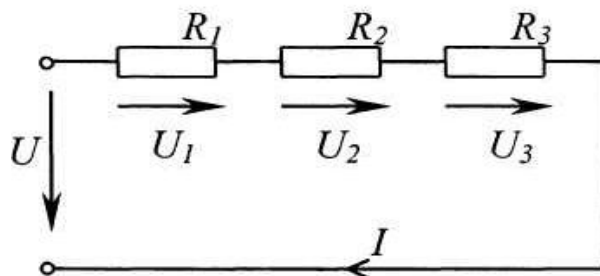
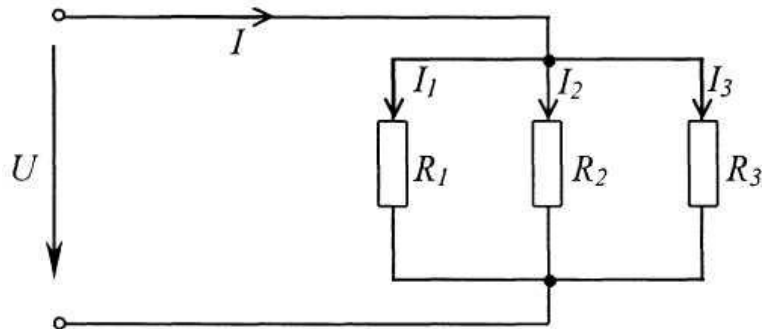
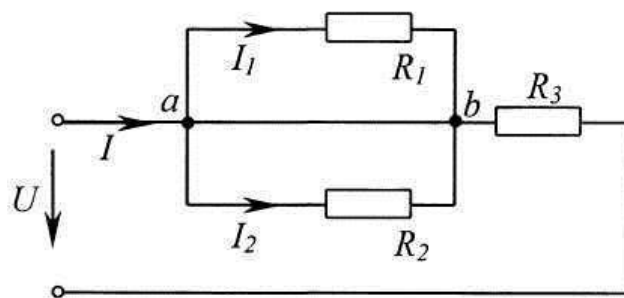

Рисунок 1.1 – Схема послідовного з'єднання
Рисунок 1.2 – Схема паралельного з'єднання
Рисунок 1.3 – Схема змішаного з'єднання
Розрізняються задачі, коли приймачі сполучені між собою послідовно (рисунок 1.1), паралельно (рисунок 1.2) або змішано (рисунок 1.3). При цьому відомі напруга на вході і опори приймачів.
1) Послідовне з'єднання (рисунок 1.1).
Для послідовного з'єднання приймачів (рис. 1.1, а): вхідна напруга U по другому закону Кірхгофа рівна сумі напруг на окремих ділянках (опорах):
2) Паралельне з'єднання (рисунок 1.2). Всі опори приєднані до двох клем (вузлів) і знаходяться під однією напругою.
3) Змішане з'єднання (рисунок 1.3). Частина приймачів з'єднана послідовно, частина - паралельно. Еквівалентний опір такого кола дорівнює сумі опорів послідовно включених ділянок:
Приклад 1.1. Для схеми (рис. 1.3) дано напругу $U=24\text{ В}$ і опори $R_1=20\text{ Ом}$; $R_2=30\text{ Ом}$; $R_3=12\text{ Ом}$. Обчислити струми.
- а) для кола постійного струму з послідовним з'єднанням резисторів (рисунок 1.1) визначити величину струму у колі та величини напруги на кожному резисторі;
- б) для кола постійного струму з паралельним з'єднанням резисторів (рисунок 1.2) визначити величини струмів у гілках та величину загального струму кола;
в) для кола постійного струму зі змішаним з'єднанням резисторів (рисунок 1.3) визначити величини струмів в загальному колі і гілках схеми та величини напруги на резисторах.